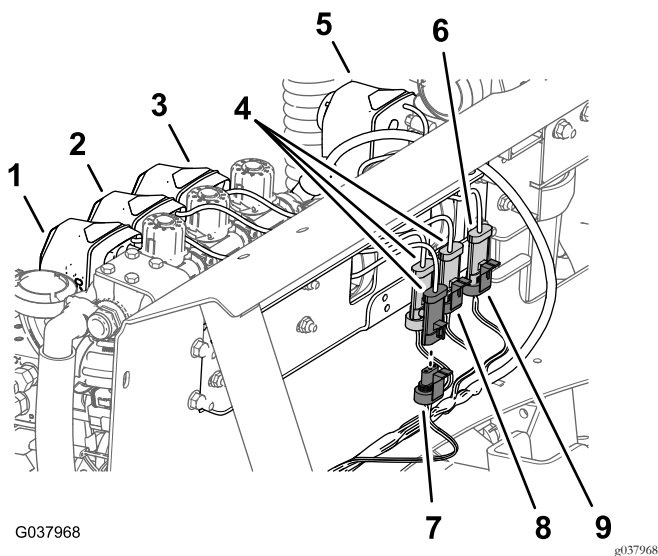

Bild 114
1. Stecken Sie den 3-Stift-Stecker für den Aktuator des Rührwerkventils in den 3-Buchsen-Stecker des 76-cm-Kabelbaumzweigs, der mit AGITATION VALVE beschriftet ist (Bild 114).